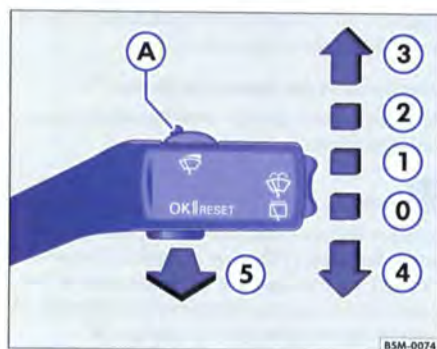

Fig. 43 Levier d'essuie-glace et de lave-glace
Le levier d'essuie-glace ⇒ fig. 43 est doté des positions suivantes :
- Si le véhicule s'arrête lorsque le cran ⇒ page 58, fig. 43 (2) ou (3) a été sélectionné, le cran immédiatement inférieur est automatiquement sélectionné. Si le véhicule repart, le cran sélectionné précédemment est à nouveau sélectionné.